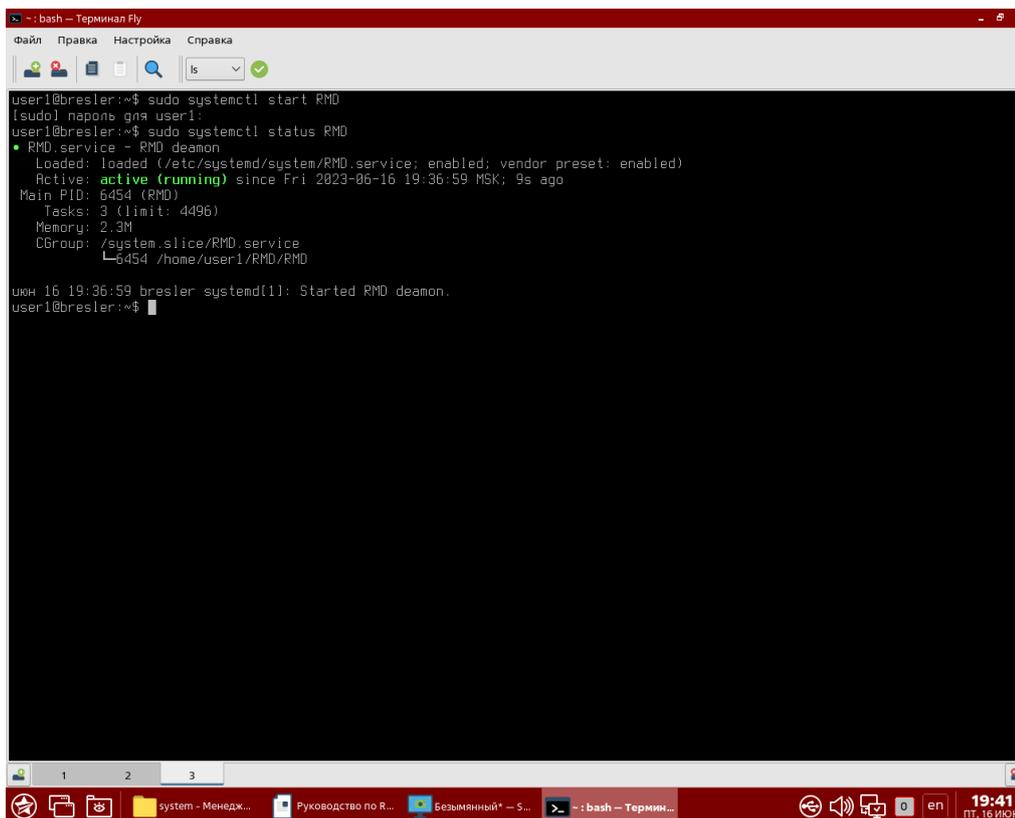

Рисунок 20 – Запуск ПО «Релематика МД»
- 13) Запустить ПО «Релематика МД» в режиме «демона» с помощью команды «*sudo systemctl start RMD*» (рисунок 20).